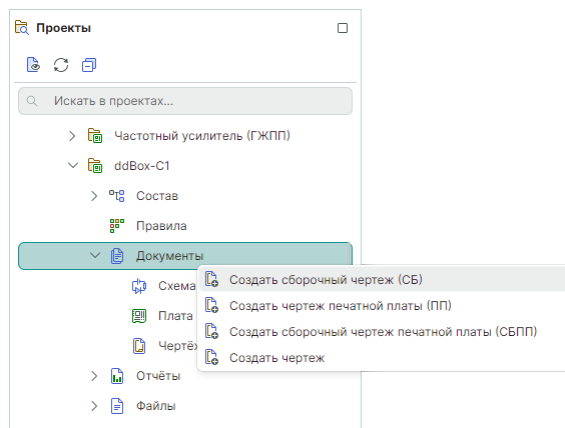

Рис. 66 Переход к созданию сборочного чертежа
2. Вызовите контекстное меню и выберите пункт «Создать сборочный чертеж (СБ)», см. Рис. 66.